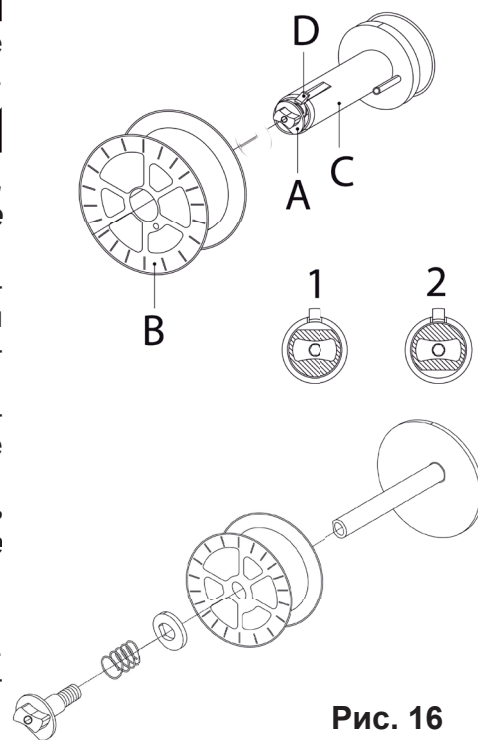
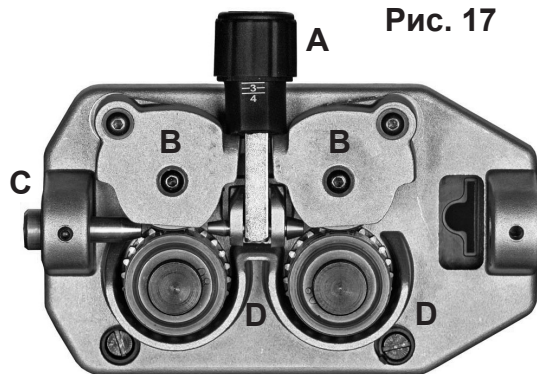

Рис. 16
Рис. 17
- Откройте боковую панель отверстия катушки. Отвинтите гайку (A) разматывателя, повернув её в положение 1 (тормозной барабан). При необходимости заменить катушку извлеките пустую бобину, нажав на защёлку (D) (рис. 16).
- Удалите намотанный на катушку чехол и установите её на разматыватель. Наконец, снова завинтите гайку (A), повернув её на 180° (положение 2).
- Отвинтите маховичок (A).
- Снимите с разматывателя (C) установленную на него катушку (B).
- Извлеките пружину и внутреннюю шайбу; снимите разматыватель (C) с оси.
- Снова завинтите маховичок (A).
**Маховичок (A) представляет собой тормозную систему катушки. Излишнее усилие мешает работе двигателя подачи. Недостаточное усилие не сразу блокирует катушку при прекращении сварки.**
- Ослабьте и опустите пластмассовую рукоятку (A) и поднимите прижимные рычаги проволоки (B) (рис. 17). Удалите возможные остатки проволоки из кожуха проволоковода.
- Выпустите проволоку с катушки и с помощью двух зажимов прочно удерживайте так, чтобы она не могла развернуться. При необходимости распрямите конец проволоки перед тем, как вставить его во входную направляющую (C). Вставьте туда проволоку, пропустив её под нижними роликами (D) и вставив в кожух проволоковода.
- Опустите прижимной рычаг проволоки (B), зафиксировав его пластмассовой рукояткой (A). Осторожно затяните. Чрезмерное усилие блокирует проволоку и может повредить двигатель. Недостаточное усилие не позволяет роликам тянуть проволоку.